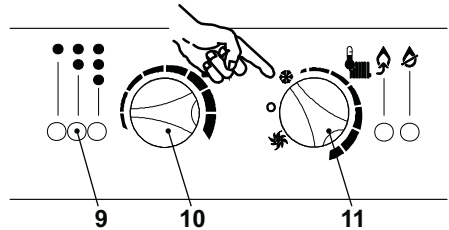

Fig. 2.2
- Alimente eléctricamente la caldera accionando el interruptor bipolar previsto en la instalación; el indicador luminoso 9 en Fig. 2.2 hace un breve centelleo cada 4 segundos aproximadamente.
- 15 Gire el selector Selector de función/Manivela de regulación de la temperatura de calefacción 11 como se indica en la Fig. 2.2.